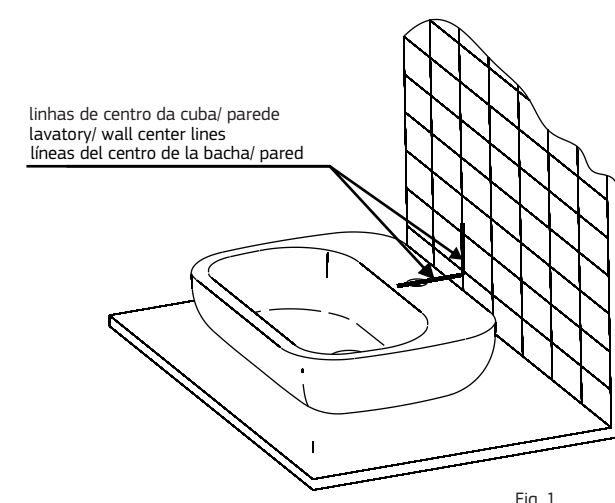

Fig 1
- Colocar a cuba sobre o tampo e traçar uma linha conforme fig. 1, retirar a cuba e prolongar esta linha até o tampo.
Place the lavatory over the countertop and draw a line according to fig. 1. Remove the lavatory and extend this line up to the countertop.